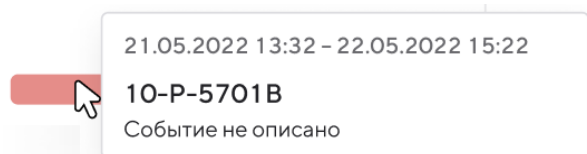

Рисунок 169 — Краткая информация события со статусом «Новое»
- Рисунок 169 — дополнительное окно с краткой информацией для нового события остановки оборудования;